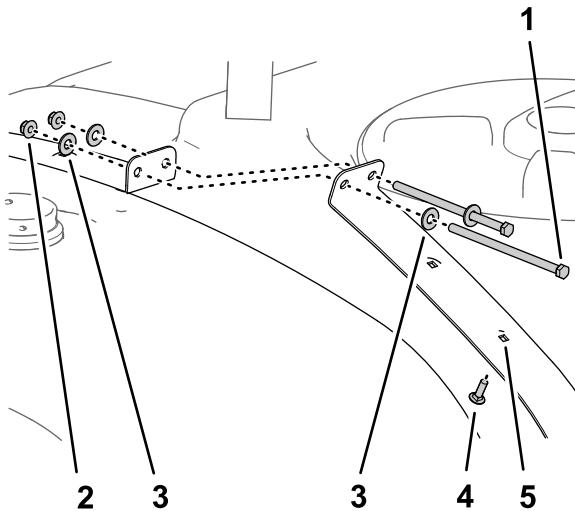

Bild 28
1. Entfernen Sie die zwei Schrauben ( $\frac{3}{8}$ " x 7"), die vier Scheiben ( $\frac{3}{8}$ ") und zwei Sicherungsmuttern ( $\frac{3}{8}"), mit denen die vorderen Riemenhälften des Sprühbehälters befestigt sind (Bild 28).$
2. Setzen Sie die Schlossschraube (5/16" x 1") in das zweite Loch in der Riemenhälften ein, wie in Bild 28 abgebildet.
3. Befestigen Sie die zwei vorderen Riemenhälften mit den zwei Schrauben, vier Scheiben und zwei Sicherungsmuttern, die Sie in Schritt 1 entfernt haben, und ziehen Sie die Schrauben und Muttern mit der Hand an (Bild 28).